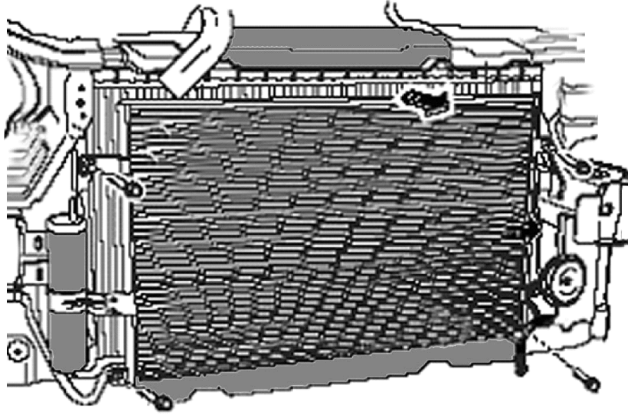

图 5-57 拆卸冷凝器
4) 按照图 5-57 所示，拆卸冷凝器安装螺栓，拆卸冷凝器。